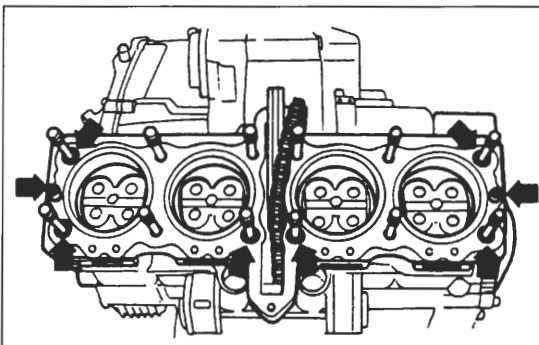

Bild 190
- Dichtung auflegen (UP-Markierung zeigt nach oben). Zwei Passhülsen und sechs O-Ringe einsetzen (Bild 190).